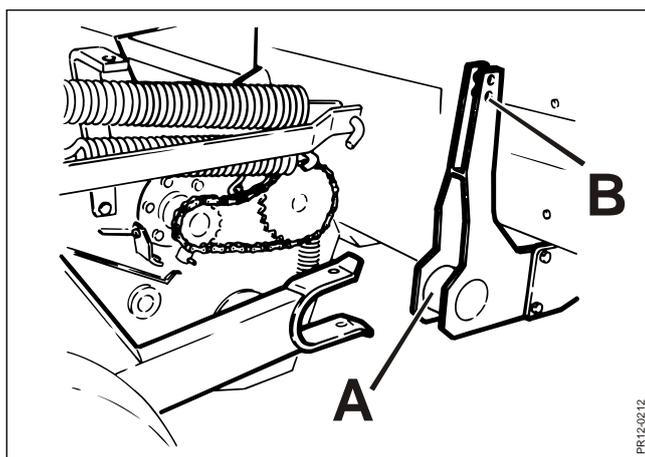

Abb. 3-5
**Fig. 3-5** Die Pickup auf den Rollen zur Maschine schieben; die Raste **A** muss einrasten. Die 2 Stifte anbringen, um die Pickup an der Grundmaschine zu befestigen. Die Entlastungseinheit an der Pickup an **B** anbringen.